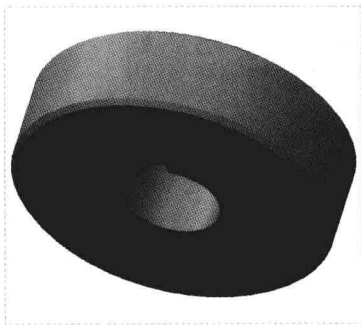

图 5-25 图形文件
Step 01 按【Ctrl+O】组合键，打开图形文件，如图 5-25 所示。